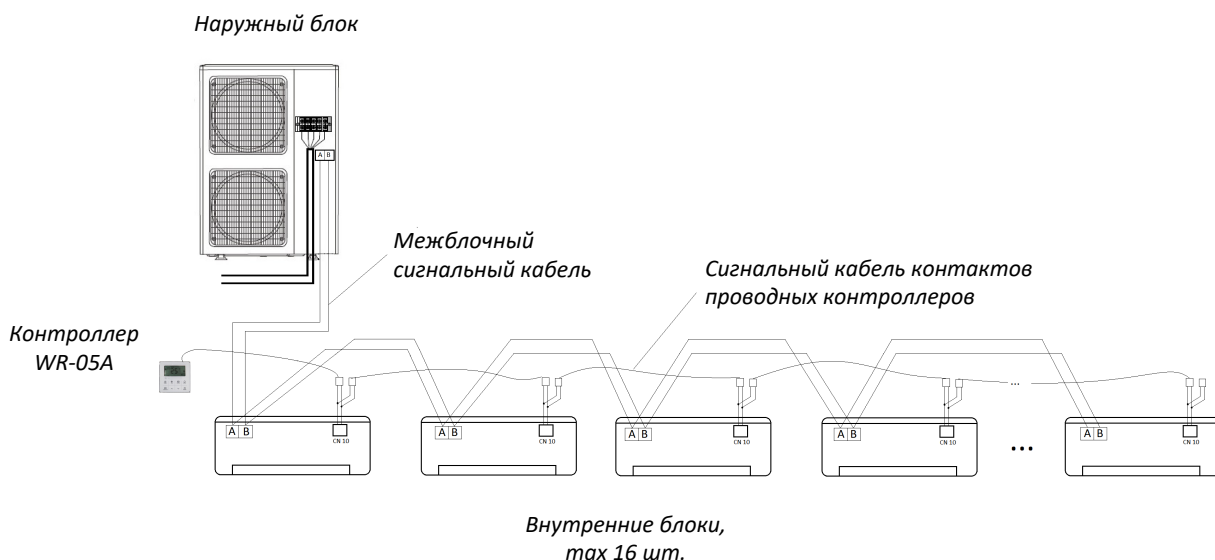

Рис. 4.4
- При подключении центрального контроллера WR-DM01A (CC-02), а также к системе BMS использовать шлюз-адаптер AWR-CC01A (CM-MTD/M01) (см. схему рис.4.4)
❖ Схема подключения внутренних блоков к контроллеру WR-05A на рис.4.4